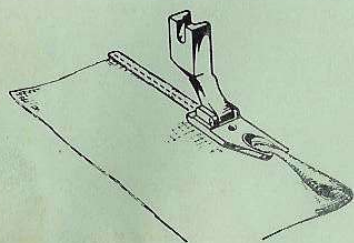

Fig. 39
a) STRAIGHT STITCH HEM (Fig. 39)